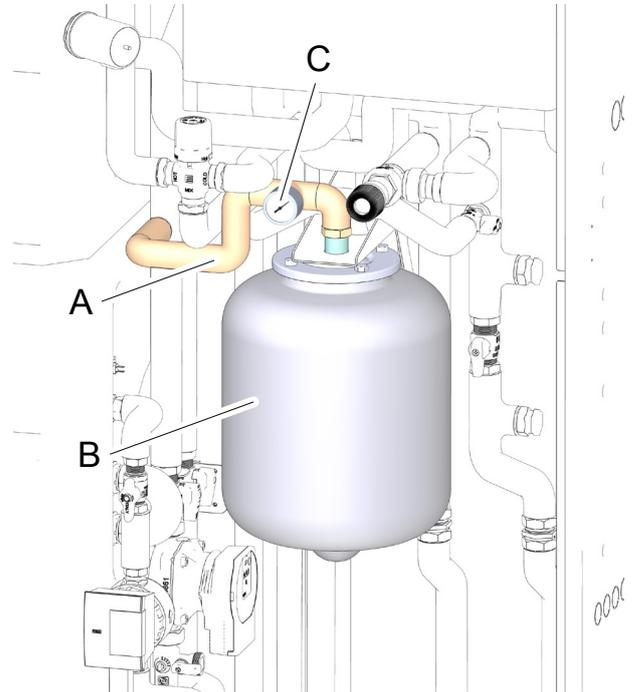

Abb. 52 -
- Rohrleitung Code 3841T340 (Det. A "Abb. 52 -")
- Solar-Ausdehnungsgefäß 18 Liter (Det. B "Abb. 52 -"), wobei darauf zu achten ist, es mit einer Sicherungsmutter an der Halterung zu blockieren
- Hydrometer (Det. C "Abb. 52 -")